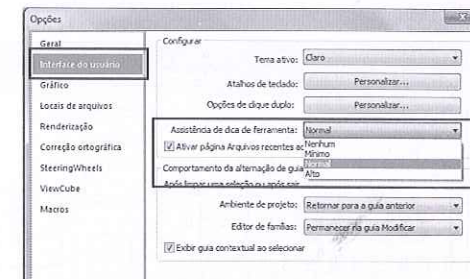

Figura 2.16 – Janela Opções.
2. Podemos controlar o nível de informação que é exibido na **Dica** por meio da sua configuração. No menu de aplicação, selecione o botão **Opções** e a aba **Interface do usuário em Assistência de dica de ferramenta** (Figura 2.16).